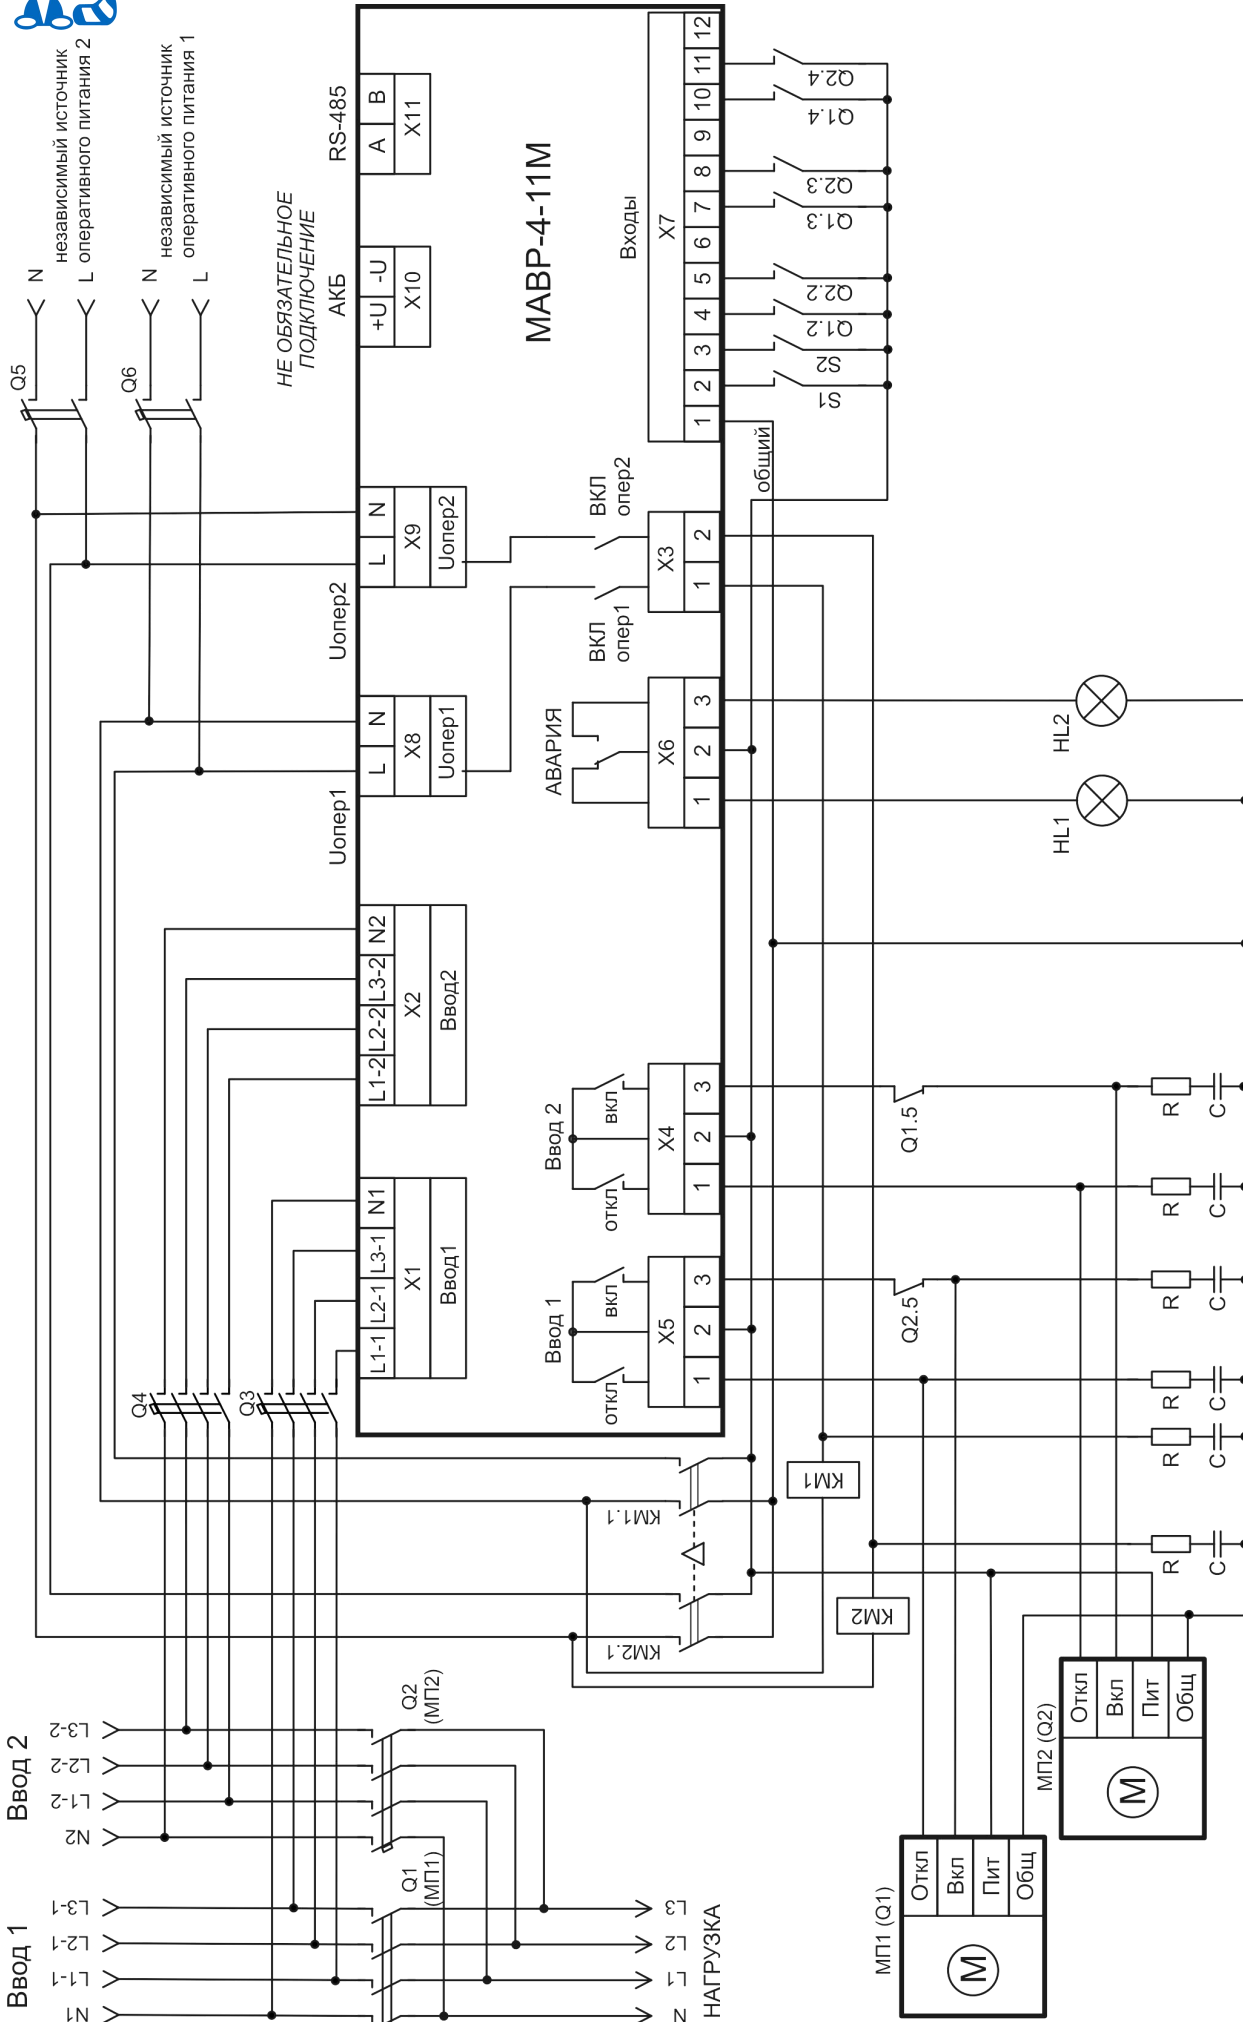

Рис.9 Схема АВР на автоматических выключателях
**Обозначения рис. 9.**
Примечания к рис. 9.